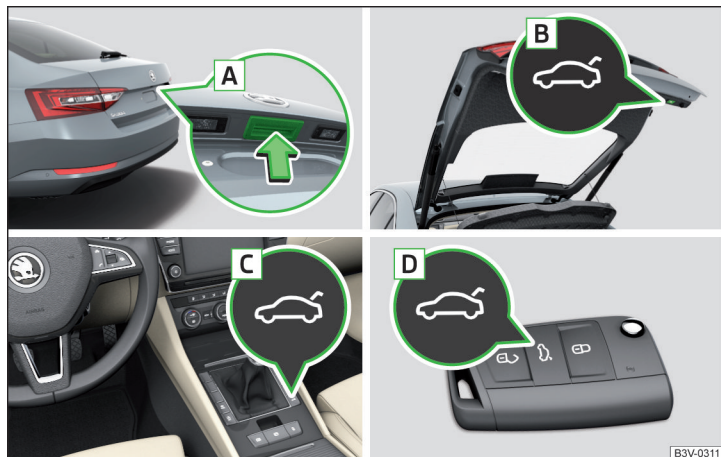

Fig. 41 Manejo de la tapa
- Presionando el tirador **A** » fig. 41.
- Presionando la tecla **B** » fig. 41.
- Mantener pulsada la tecla **B** » fig. 41 de la pág. 62 hasta que suene una señal acústica.
La tapa no reacciona a una señal de apertura	Elimine el posible obstáculo (p. ej. nieve), vuelva a abrir la tapa » pág. 62 Pulse el tirador A » fig. 41 de la pág. 62 y tire la tapa hacia arriba